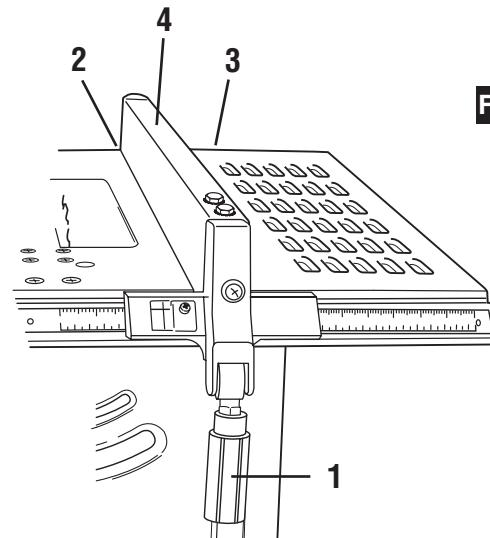

FIG. 24
1. Raise rip fence handle **1** as shown (Fig. 24), so holding clamp **2** is out far enough to fit on the table **3**.
2. Position the rip fence **4** over table, holding up the front end while engaging rear, then lowering front end onto rail. (Fig. 24)
- Placez le guide de refente **4** sur la table en tenant son extrémité avant soulevée pendant que la partie arrière est engagée, puis abaissez l'extrémité avant sur le rail (Fig. 24).
- Posicione el tope-guía para cortar al hilo **4** sobre la mesa, sujetando el extremo delantero mientras acopla la parte trasera y bajando luego el extremo delantero hasta el riel (Fig. 24).